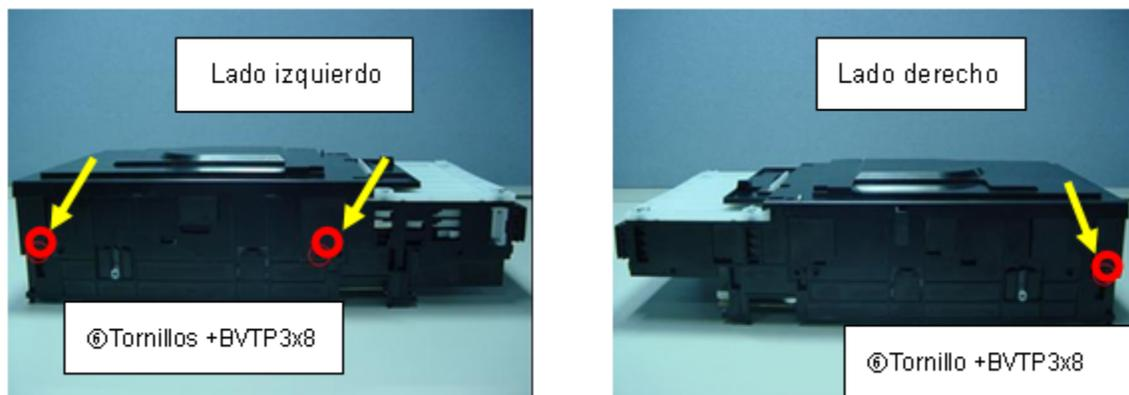

Fig. 3.2
2. Ajuste los tornillos "SCREW +BVTP 3x8" en la cubierta superior (COVER, CDM88 D-TOP). Fig. 3.2